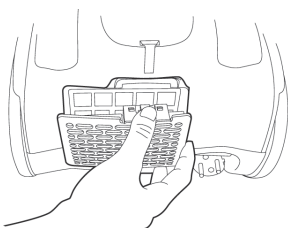

Bild 15
1. Entfernen Sie das Abluftgitter durch Drücken der Taste (Bild 15).